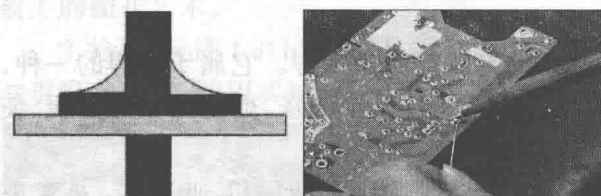

图 1.14 加锡溶化 1s
③加锡溶化 1s(见图 1.14):焊盘已上锡的焊接方法是在烙铁头对面加锡,严禁直接在烙铁头上加锡。当元件被焊部位升温到焊接温度时,送上焊锡丝并与元件焊点部位接触,熔融,润湿。注意:送锡要适量,不能过多也不能太少。